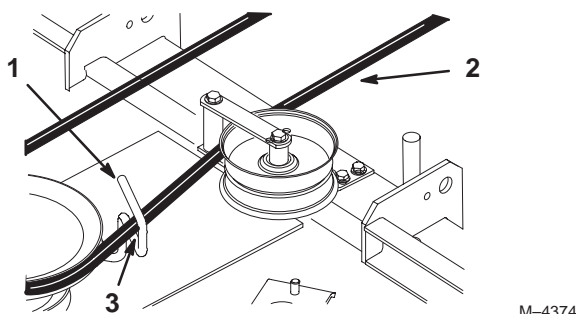

Figure 70
11. Pivotez le guide-courroie à l'arrière de la tondeuse pour l'éloigner de 3 à 7 mm du côté vertical de la courroie de Pdf (Fig. 70).